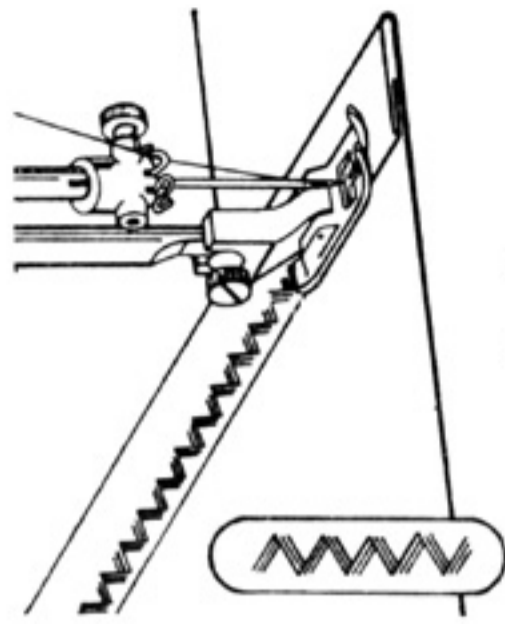

Рис. 75
53. Трижды усиленная эластичная надежная строчка (рис. 75)